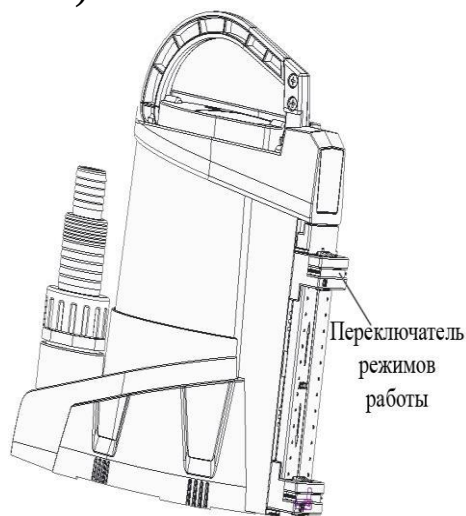
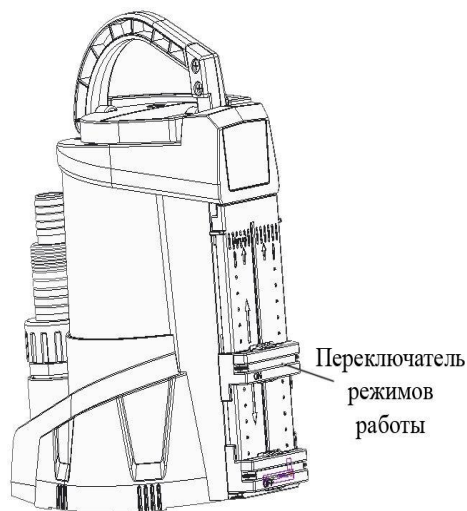

Рисунок 3
Рисунок 4
2. Насос имеет два режима управления: ручной и автоматический. Для работы насоса в ручном режиме установите переключатель режимов в верхнее положение (смотрите рисунок 3). Для работы насоса в автоматическом режиме переведите переключатель режимов в нижнее положение (смотрите рисунок 4).